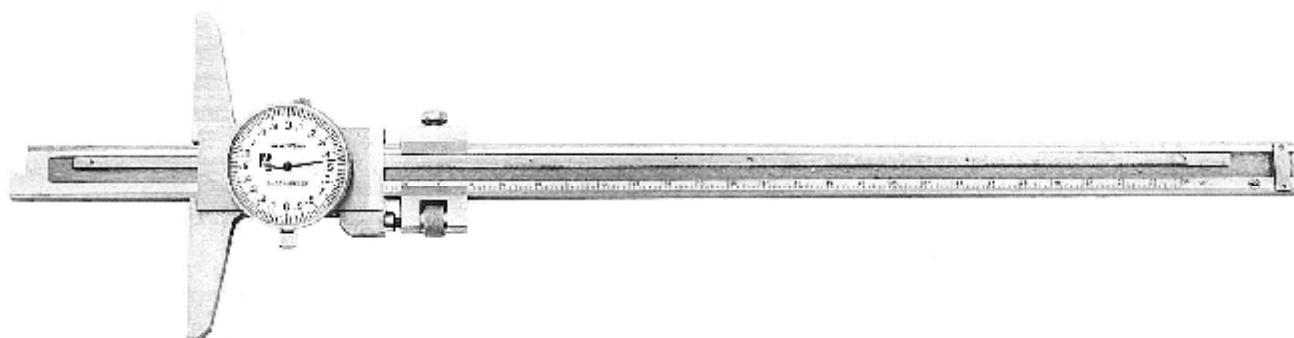

Рисунок 2 – Общий вид штангенглубиномеров ШГК
- ШГК – с отсчетом по круговой шкале (рисунок 2);